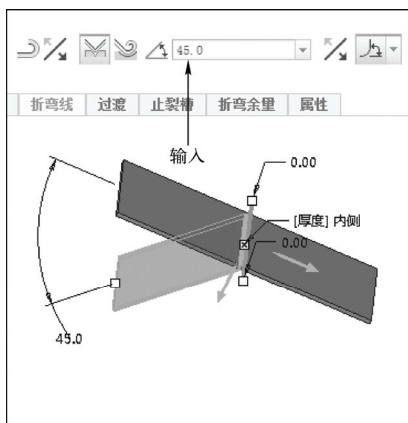

图 13-47 设置参数
STEP 06 单击“关闭”面板中的“确定”按钮 ，完成截面绘制并退出草绘环境。切换至“折弯”选项卡，在“输入折弯角度值”文本框中输入“45.0”，按〈Enter〉键确认，如图 13-47 所示。